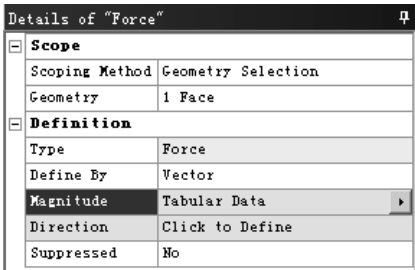

图 4.2.16 “Details of ‘Force’” 对话框（二）
- ☒ **Tabular (Time)** 选项：选中该选项，用于定义一个表格类型载荷，此时的对话框如图 4.2.16 所示，在图 4.2.17 所示的 Tabular Data 数据表（一）中定义表格数据。